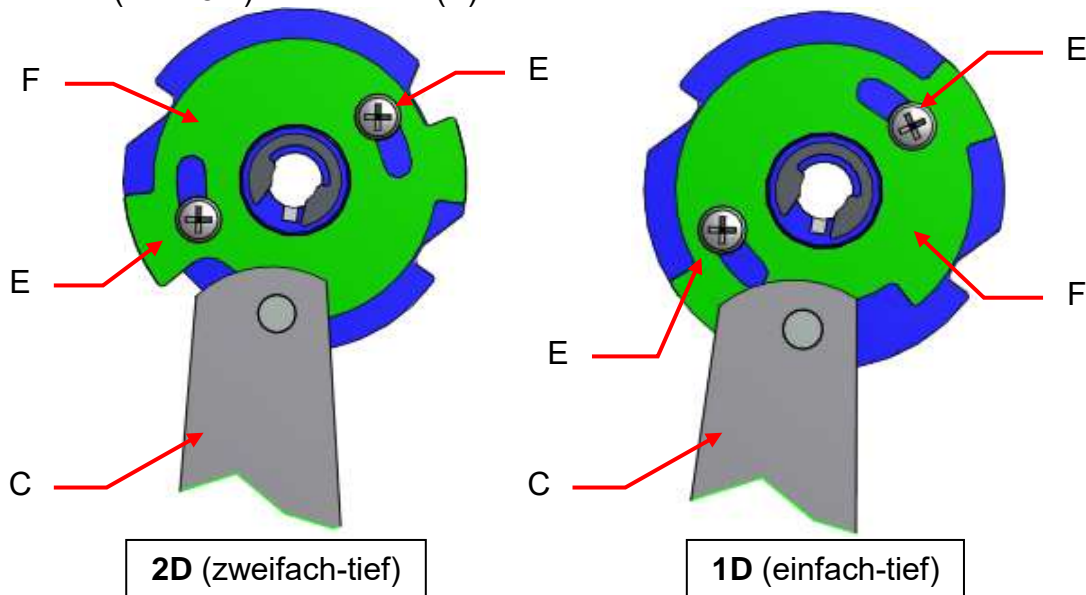

Abb. 5.4
5. Die beiden Schrauben (E) lockern und Steuerscheibenabdeckung (F) so weit wie möglich im Uhrzeigersinn drehen bis 4 Ausschnitte (2D) sichtbar sind (Abb. 5.4) oder Steuerscheibenabdeckung gegen den Uhrzeigersinn drehen bis nur noch 2 Ausschnitte (1D) sichtbar sind (Abb. 5.4). Schrauben (E) wieder festziehen.